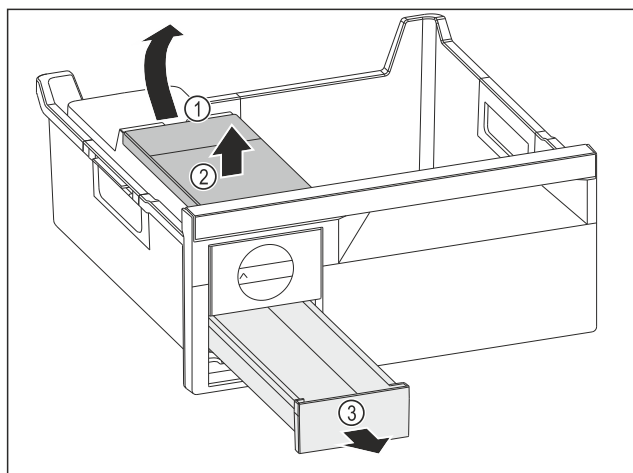

Fig. 105
- ▶ Извлеките бак для воды: Поднимите бак для воды за выемку Fig. 105 (1).
- ▶ Извлеките бак для воды Fig. 105 (2) движением вверх.
- ▶ Извлеките выдвижной ящик для кубиков льда Fig. 105 (3) движением вперед.